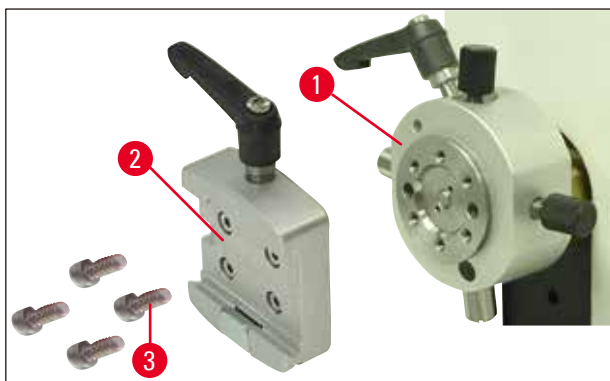

Bild 9
2. Ta sedan bort sinkhylsan (→ Bild 9-2) från preparathållarfixturen (→ Bild 9). Det gör du genom att lossa de fyra skruvarna (→ Bild 9-3) med hjälp av en sexkantnyckel med handtag nr 3 (→ Bild 10-1).